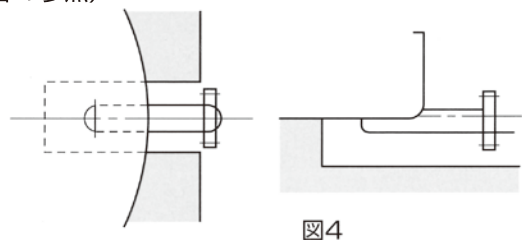

図4
- タンク底部にドレンノズルが付いている時は、ドレンノズルが基礎に触れない様に基礎を切り欠いてください。(図 4 参照)